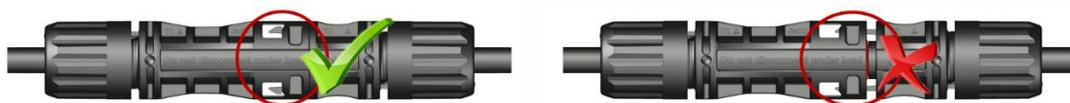

图 10 连接器正确/错误啮合示意图
- 在连接公母连接器之前，需确保触点无腐蚀、清洁且干燥，并检查接线状态。连接时，将公母连接器对插直至其啮合，随后轻轻拉动以检查是否啮合牢固。正确/错误啮合视觉图见图10（仅示意，实际连接器以现场为准）；